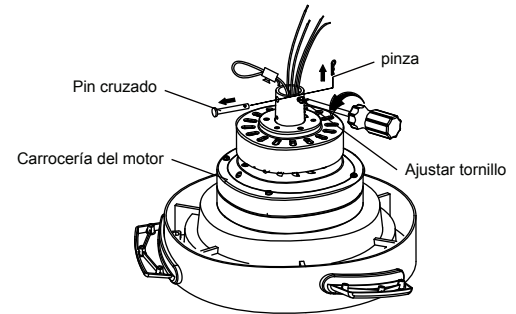

Fig. 5
Paso 1. Retire el clip, el pasador cruzado y dos tornillos de fijación del acoplamiento superior del cuerpo del motor, y guárdelo para su uso posterior en el paso 4. (Fig. 5)